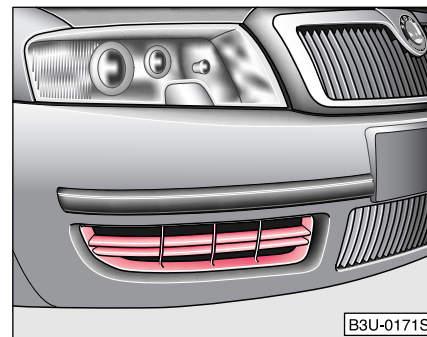

Fig. 181 Amortizor față:
- Îndepărtați cu atenție grilajul protector ⇒ pagina 239, Fig. 181 din partea dreaptă a barei de protecție. ■